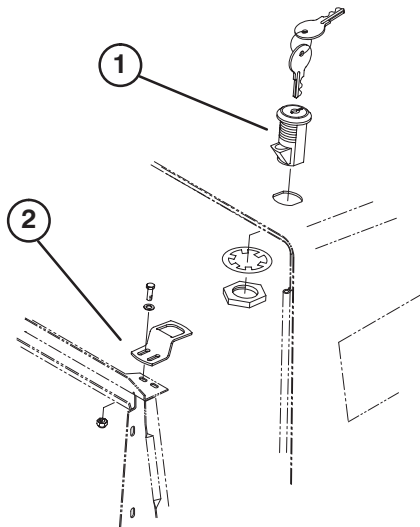

Figure 3
3. Montez le commutateur de verrouillage sur le capot au moyen d'une rondelle-frein et d'un écrou. Placez le commutateur en dirigeant le verrou vers l'avant de la machine (Fig. 3).
4. Montez le support du verrou, sans le serrer, sur le support du radiateur au moyen de 2 vis (1/4 x 3/4 pouce), rondelles plates et contre-écrous (Fig. 3).